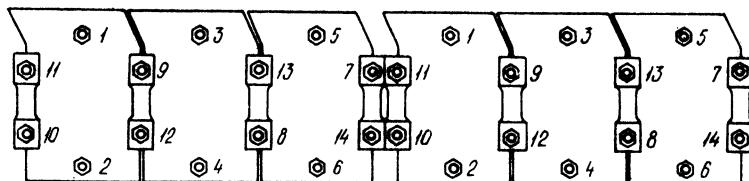

Рис. 37. Последовательность затяжки гаек крепления индивидуальных головок цилиндров.
ки двигателей в последовательности, показанной на рис. 37, моментом 280—300 Н·м (28—30 кгс · м). Дальнейшей подтяжки в эксплуатации гаек крепления индивидуальных головок цилиндров не требуется.
3. Подтянуть гайки крепления индивидуальных головок цилиндров моментом 280—300 Н·м (28—30 кгс·м) в порядке, указанном на рис. 37.